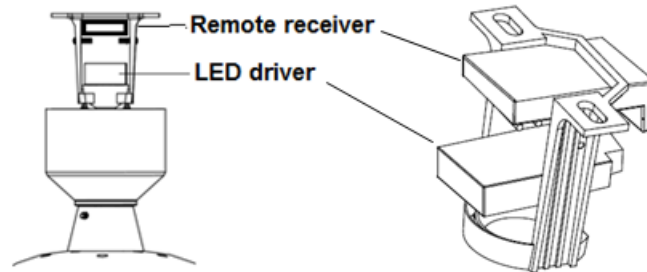

Fig. 4
1. Til de ventilator voorzichtig op en plaats de kogelstaaf in de uitsparing in de houder en vergrendel de kogel. Doe de LED-driver in het onderste gedeelte van de houder. En doe daarna de afstandsbediening in het bovenste gedeelte van de houder. **Fig. 4**